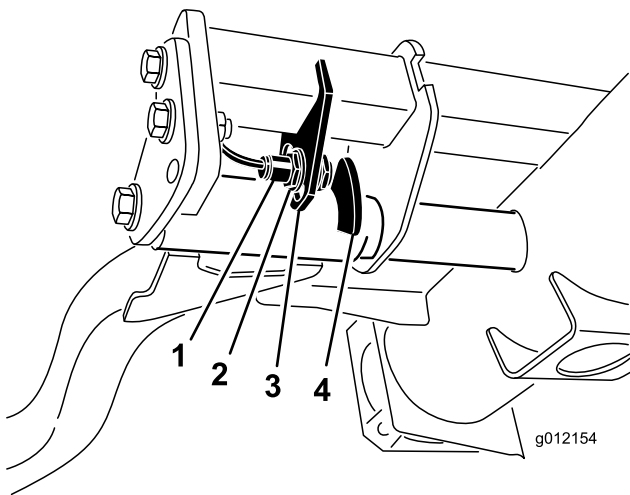

Figure 44
2. Le commutateur des bras de relevage se trouve sous le réservoir hydraulique, derrière le bras de relevage avant droit (Figure 44).
3. Desserrez les vis de fixation du commutateur (Figure 44) et abaissez le commutateur pour augmenter la hauteur du changement de direction des bras de relevage ou élevez-le pour réduire la hauteur du changement de direction. Serrez les vis de fixation.